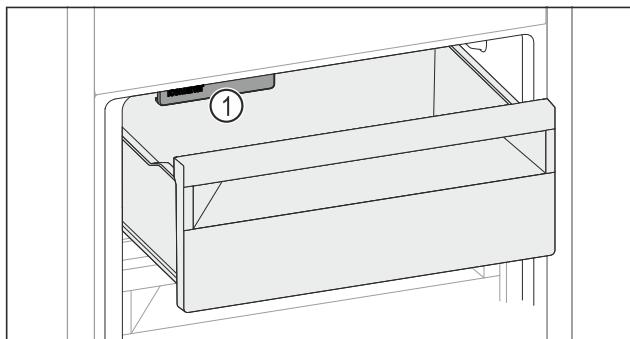

Fig. 142
- ▶ Tenez compte de l'IceMaker Fig. 142 (1).